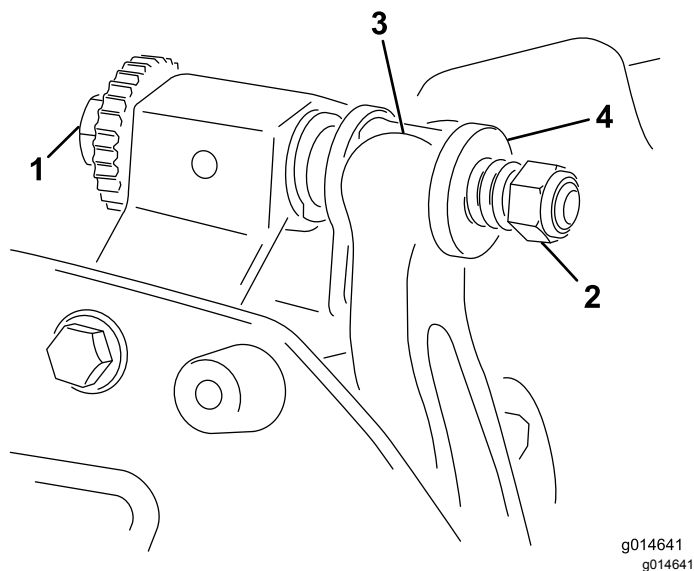

Bild 19
1. Drehen Sie die Einstellschraube des Untermesserträgers nach links, um den Abstand zwischen Untermesser und Spindel zu vergrößern (Bild 19).
2. Drehen Sie die Federspannungsmutter so weit hinaus, bis die Scheibe nicht mehr gegen den Untermesserträger angespannt ist (Bild 19).